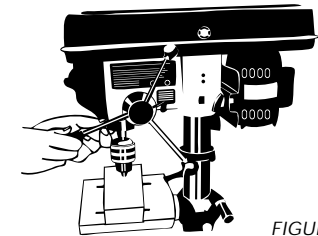

FIGURA 7
2. Parafuse as alavancas de aproximação nos orifícios localizados no eixo do pinhão (Figura 7).